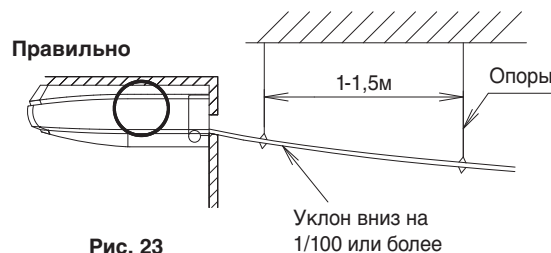
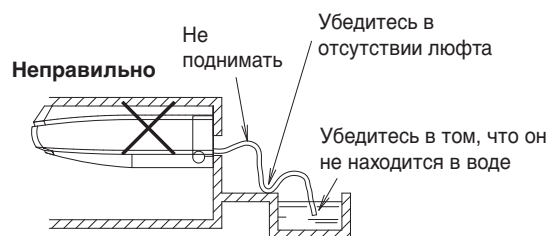

Рис. 23
Рис. 24
(См. **рис. 23** и **рис. 24**)
- Установите опоры на расстоянии 1 - 1,5 метров таким образом, чтобы трубопровод не отклонялся. (См. рис. 23)